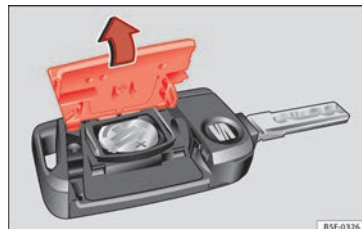

Fig. 118 Chave do veículo: abertura da tampa do compartimento da pilha.
- Retire a tampa na parte traseira da chave do veículo » **Fig. 118** na direção da seta » ❶.
- Coloque a tampa na carcaça da chave do veículo, pressionando-a tal como se mostra » **Fig. 118**, no sentido contrário ao da seta, até que encaixe.
❶ CUIDADO